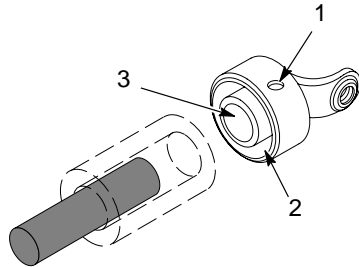

Figura 3-2 Grampo de suporte da pistola
Consulte a figura 3-2. O grampo da barra de suporte da pistola pode aceitar uma barra de pistola com DE de 1¹/₄ in. (2) ou de 5/8 in. (3). Introduza uma chave de porcas hexagonais de 2,5 mm através do orifício do parafuso sem cabeça (1) para apertar o grampo de suporte a uma barra de pistola com DE de 5/8 in..